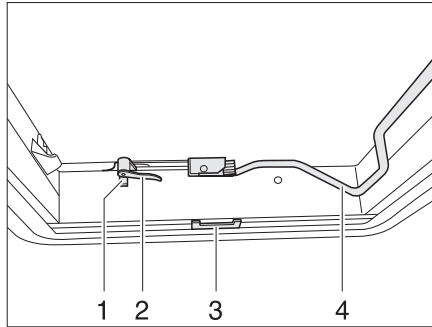
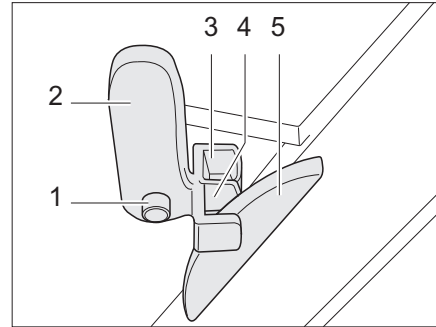

Fig. 51 Claraboya Heki, cerrada
Fig. 52 Claraboya Heki en posición de ventilación 1
- Pulsar el botón de seguridad (Fig. 51,1) y girar la palanca de bloqueo (Fig. 51,2) un cuarto de vuelta hacia dentro.
- Tirar hacia abajo de la horquilla (Fig. 51,4) para desbloquearla.
- Girar la palanca de bloqueo (Fig. 51,2 y Fig. 52,2) un cuarto de vuelta. El saliente del bloqueo del techo (Fig. 52,5) debe encajar en la horquilla de bloqueo superior (Fig. 52,3).
- Presionar el botón de seguridad (Fig. 52,1) y girar hacia atrás la palanca de bloqueo (Fig. 52,2). El saliente del bloqueo del techo (Fig. 52,5) debe encajar en la horquilla de bloqueo inferior (Fig. 52,4).